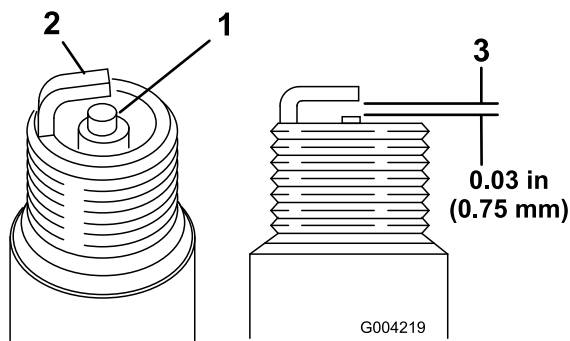

図 48
- プラグの電極間のエアギャップ 図 48を点検し、
- 適正值から外れていれば外側の電極 図 48を曲げて調整する。
- 中央の電極部を観察する 図 48。絶縁体部がうす茶色や灰色なら適正、碍子が黒くなっているのは不完全燃焼であるエアクリーナの汚れが原因であることが多い。